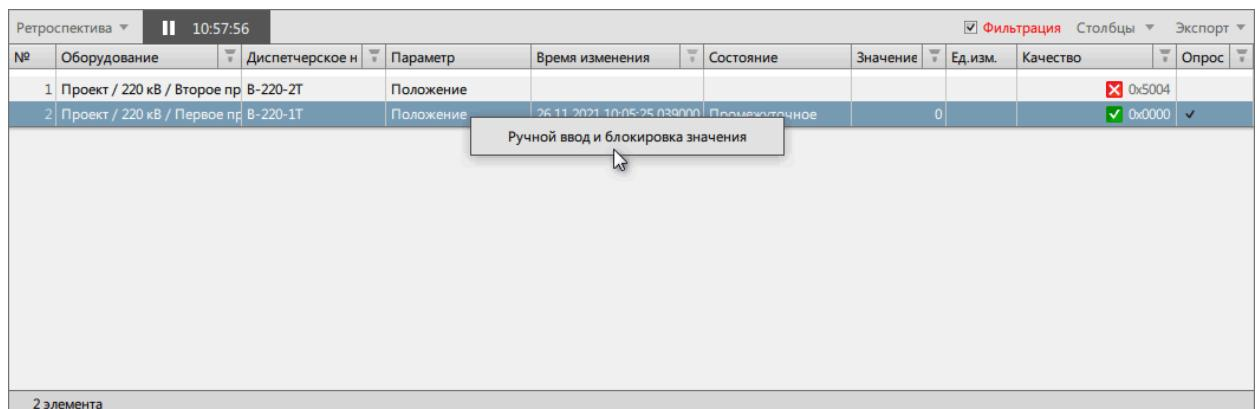

Рисунок 179 - Ручной ввод и блокировка значений
2. Нажмите *ПКМ* по сигналу в таблице текущих данных и выберите **Ручной ввод и блокировка значения** (Рисунок 179).